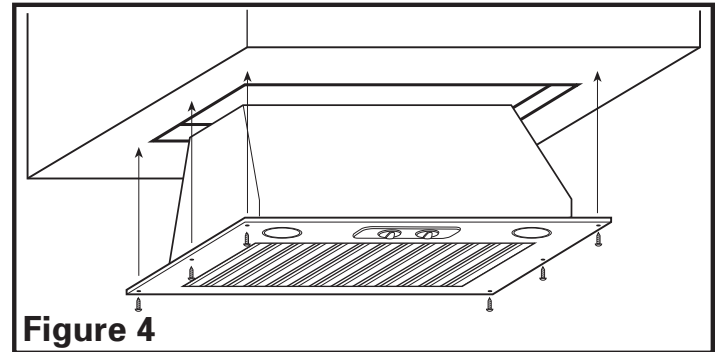

Figure 4
- Insérez l'unité de puissance dans le trou et fixez-la en place à l'aide des six vis (non inclus) (Figure 4).